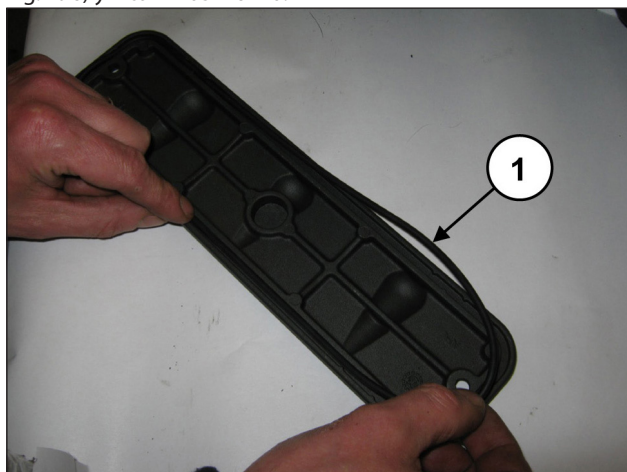
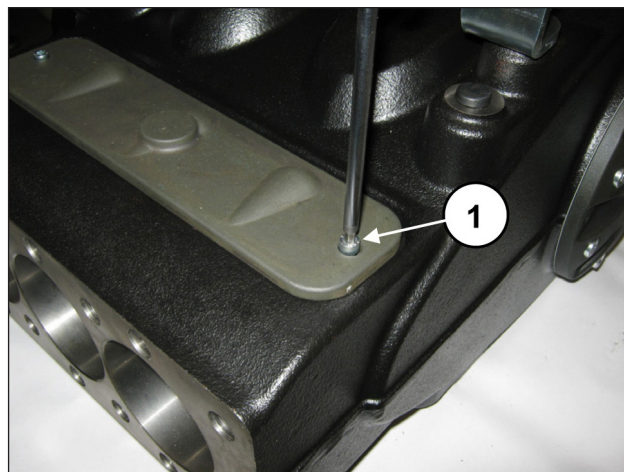

Fig. 195
Fig. 196
Introducir la junta tórica (pos. , Fig. 195) en las tapas de inspección y montar las tapas con 2 tornillos M6x14 (pos. ①, Fig. 196) y 2 tornillos M6x40.